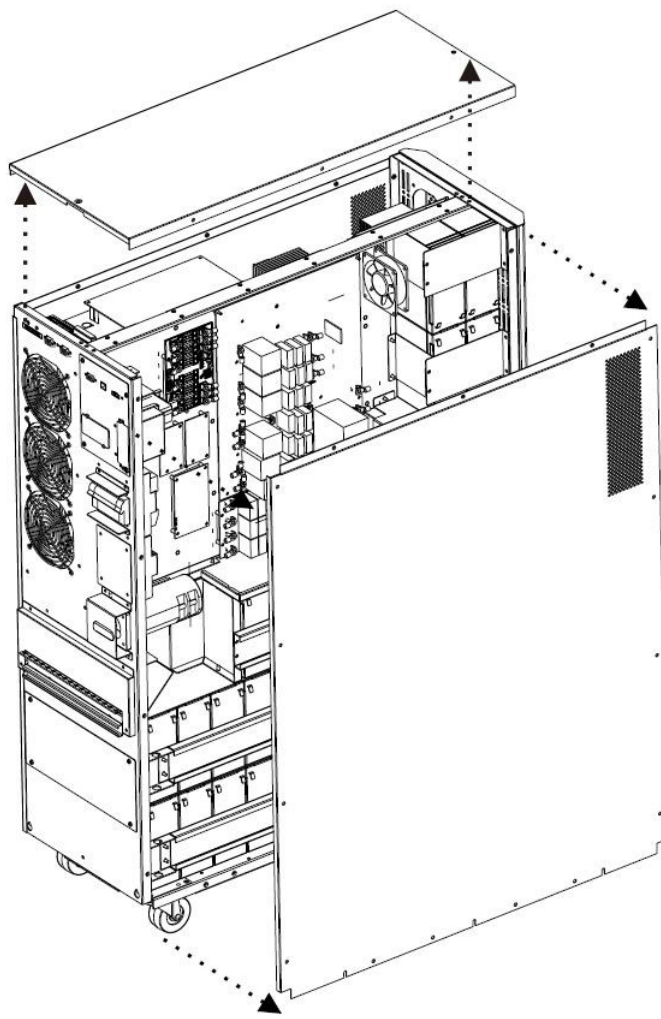

Рис. 3.2
- 2) Снимите верхнюю панель, а также правую и левую боковые панели (рис. 3.2).